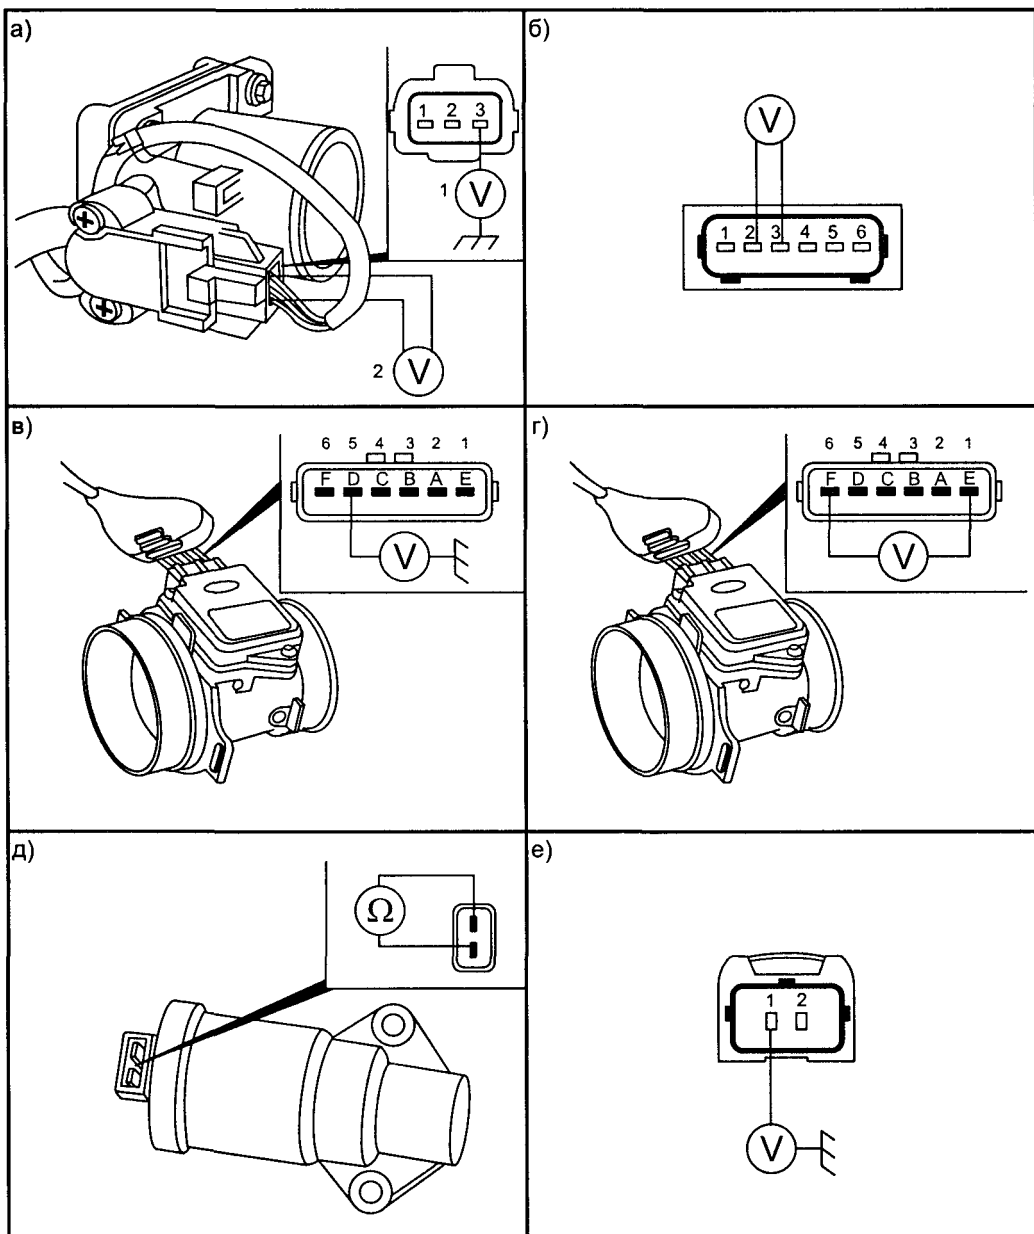

Рис. 2.4.7. Впускная система
Схема проверки компонентов впускной системы приведена на рис. 2.4.7.
- отсоединяют разъем датчика TP и, включив зажигание, измеряют напряжение на контакте 3 (рис. 2.4.7а), оно должно быть около 5 В. Если на-
- подключают разъем к датчику ТР, включают зажигание и измеряют напряжение между соответствующими контактами ТР в различных положениях дроссельной заслонки (см. рис. 2.4.7а и табл. 2.4.3). При перемещении дроссельной заслонки напряжение должно изменяться плавно без провалов, если этого не происходит — заменяют датчик ТР;
- отсоединяют разъем от датчика МАР и, включив зажигание, измеряют напряжение на контактах «2» и «3» разъема жгута проводки (рис. 2.4.7б), оно должно быть около 12 В. Если есть отклонения — проверяют предохранитель F9, реле K46, соответствующие соединения или возвращаются к проверке ЕСМ;
- подключают разъем к датчику МАР, заводят двигатель и измеряют напряжение на контакте 5/D вольтметром (рис. 2.4.7в). Сравнивают показания вольтметра с приведенными в табл. 2.4.4. Если есть различие, заменяют датчик МАР.
Не отключая разъема датчика IAT подключают вольтметр между контактами «1/E» и «6/F» и включают зажигание (см. рис. 2.4.7г). При температуре 20 °С напряжение должно быть около 3,13 В.
- отсоединяют разъем от клапана IAC и измеряют сопротивление между контактами 1 и 2, его величина должна быть около 9,5 Ом (см. рис. 2.4.7д). Если оно значительно меньше, заменяют клапан;
- включив зажигание, измеряют напряжение на контакте «1» жгута проводки (рис. 2.4.7е), должно быть около 12 В. Если оно значительно меньше или равно нулю, проверяют предохранитель F9, реле K46, соответствующие соединения или снова проверяют ЕСМ.